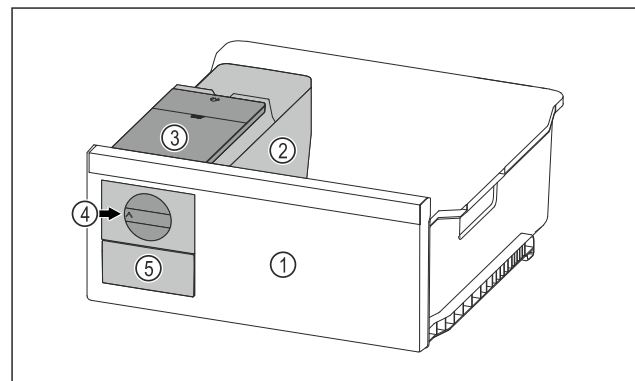

Fig. 99 Représentation à titre d'exemple
- Tourner le bouton rotatif Fig. 99 (4) dans le sens horaire jusqu'à la butée.
- Les glaçons tombent du bac à glaçons dans le tiroir à glaçons Fig. 99 (5).